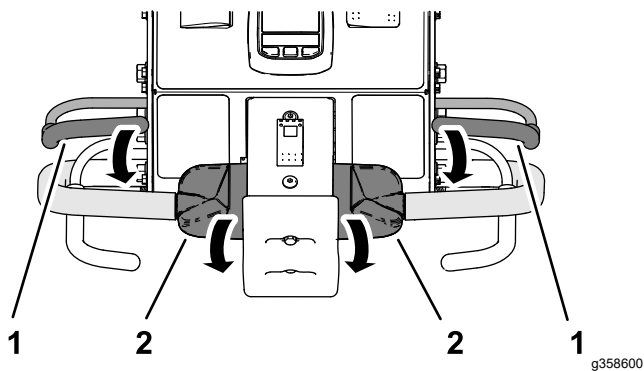

Figura 35
1. Țineți oricare dintre manetele pentru prezența operatorului la bara de ghidare și rotiți partea superioară a comenzii de traciune spre înainte (Figura 35).